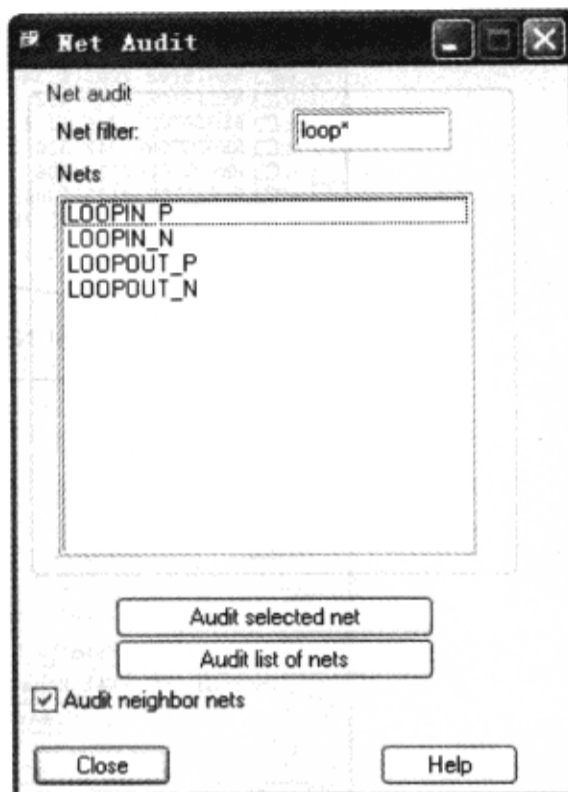

图 6-3-24 显示网络
(2) 在“Net Filter”栏输入“loop\*” → 按“Tab”键，以 LOOP 开头的网络显示在列表中，如图 6-3-24 所示。